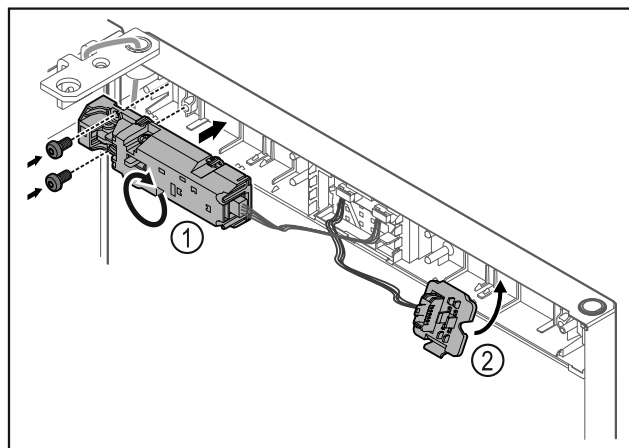

Fig. 16
- Ruotare la serratura a distanza Fig. 16 (1) di 180° e fissarla sul lato opposto.
- Innestare il supporto connettori Fig. 16 (2) sul lato opposto.